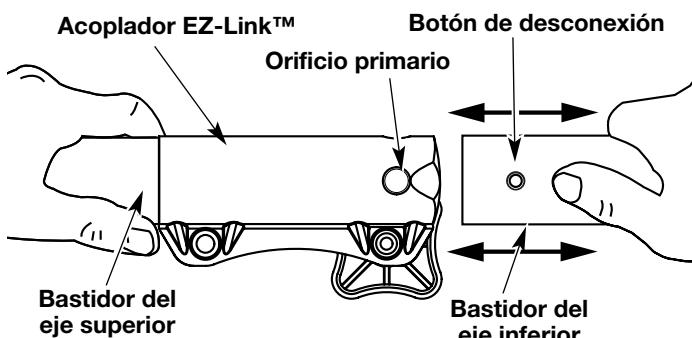

Fig. 15
3. Mientras sostiene el bastidor del eje superior con firmeza, tire del accesorio de corte o accesorio en línea recta fuera del acoplador EZ-Link™ (Fig. 15).
2. Mientras sostiene el accesorio con firmeza, empújelo en línea recta en el acoplador EZ-Link™ (Fig. 15).